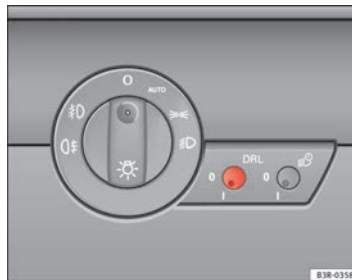

Fig. 90 Interruttore delle luci diurne
- Premere l'interruttore ⇒ pag. 126, fig. 90 per sbloccarlo.